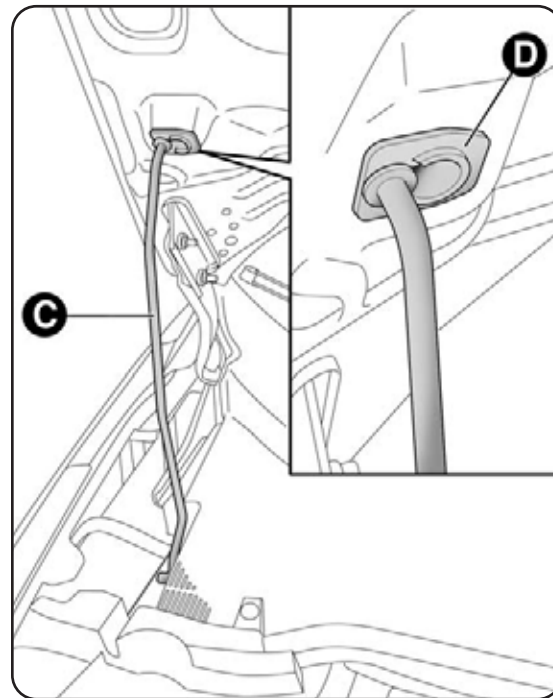

fig. 67
- solleva il cofano e contemporaneamente libera l'asta di sostegno C-fig. 67 dal proprio dispositivo di bloccaggio, quindi inserisci l'estremità nella sede D, assicurandoti di fare scattare l'asta nel foro più piccolo della molletta di ritegno.
- tieni sollevato il cofano con una mano e con l'altra togli l'asta C-fig. 67 dalla sede D e reinseriscila nel proprio dispositivo di bloccaggio;